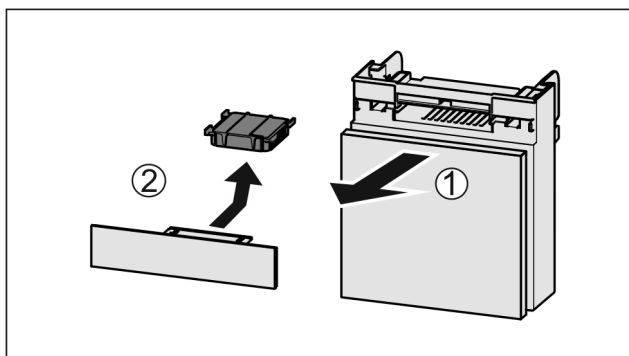

Fig. 158
- Extraire le compartiment par l'avant Fig. 158 (1).
- Sortir le filtre à charbon actif Fig. 158 (2).